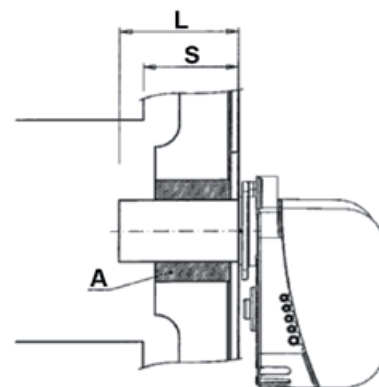

fig. 12
5.7 Montaggio del bruciatore (Fig. 12)